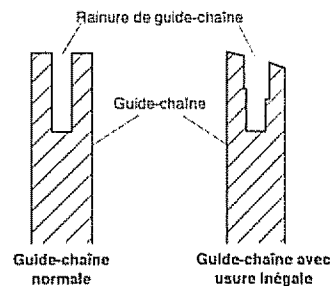

Figure 20 - Coupe transversale d'une guide-chaîne montrant une usure inégale
La plupart des problèmes de guide-chaîne sont causés par son usure inégale. La cause en est souvent l'affûtage incorrect des taillants de la chaîne et le réglage incorrect des limiteurs de profondeur. Lorsque la guide-chaîne s'use de manière inégale, sa rainure s'élargit (voir la Figure 20). Ceci fait claquer la chaîne et sauter les rivets. La tronçonneuse ne peut plus scier droit. Il faut dans ce cas remplacer la guide-chaîne.
- 2 Retirer périodiquement la sciure se trouvant dans la rainure de la guide-chaîne. Utiliser un couteau à mastix ou un morceau de fil de fer (voir la Figure 20).